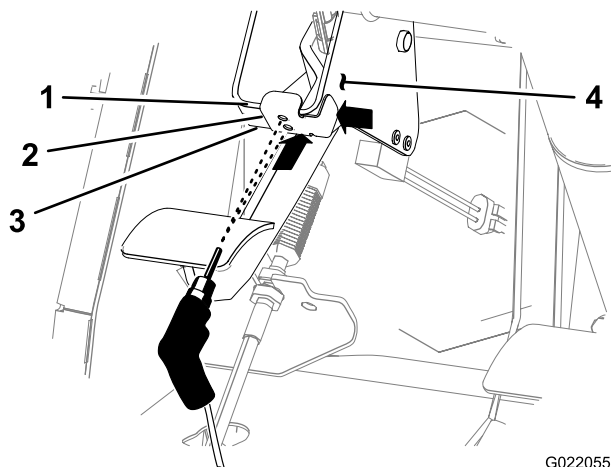

Figura 2
1. Alinee la plantilla de perforación con el borde superior, la cara, el borde inferior y el lado derecho del soporte del pedal del embrague (Figura 2).
- Usando la plantilla de perforación como guía, perforo 2 taladros (5/16 pulgada) a través de la cara del soporte (Figura 2).